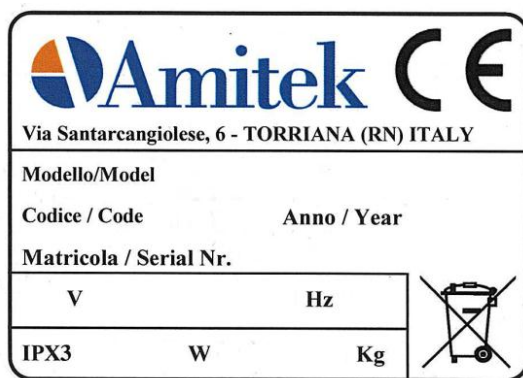

Fig.1
Lire attentivement les instructions contenues dans ce manuel. Avant de brancher l'appareil, contrôler que les données reportées sur la plaquette technique (Fig.1) correspondent à celles du réseau de distribution électrique. Avant de commencer n'importe quelle opération, débrancher l'appareil du réseau électrique.
1. La plaquette d'identification et de données techniques est placée au dos de l'appareil (Fig.1).